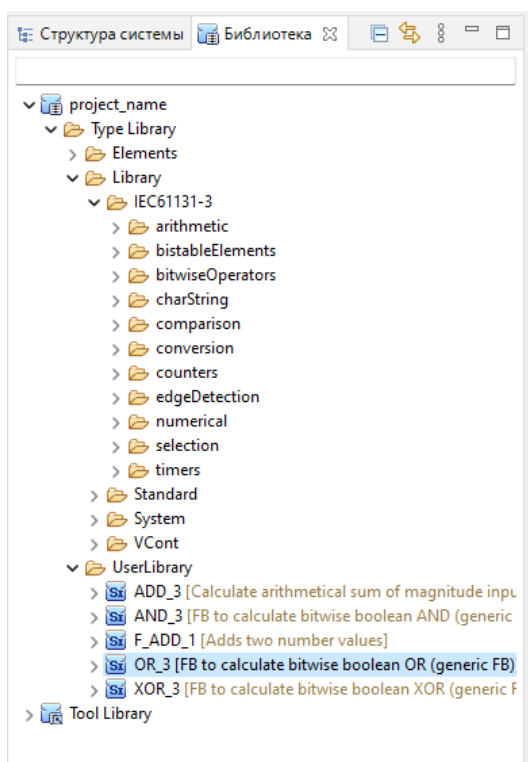

Рисунок 51 – Копирование блока F_AND
2. Перейти в папку User Library и вставить этот блок (см. Рисунок 51)